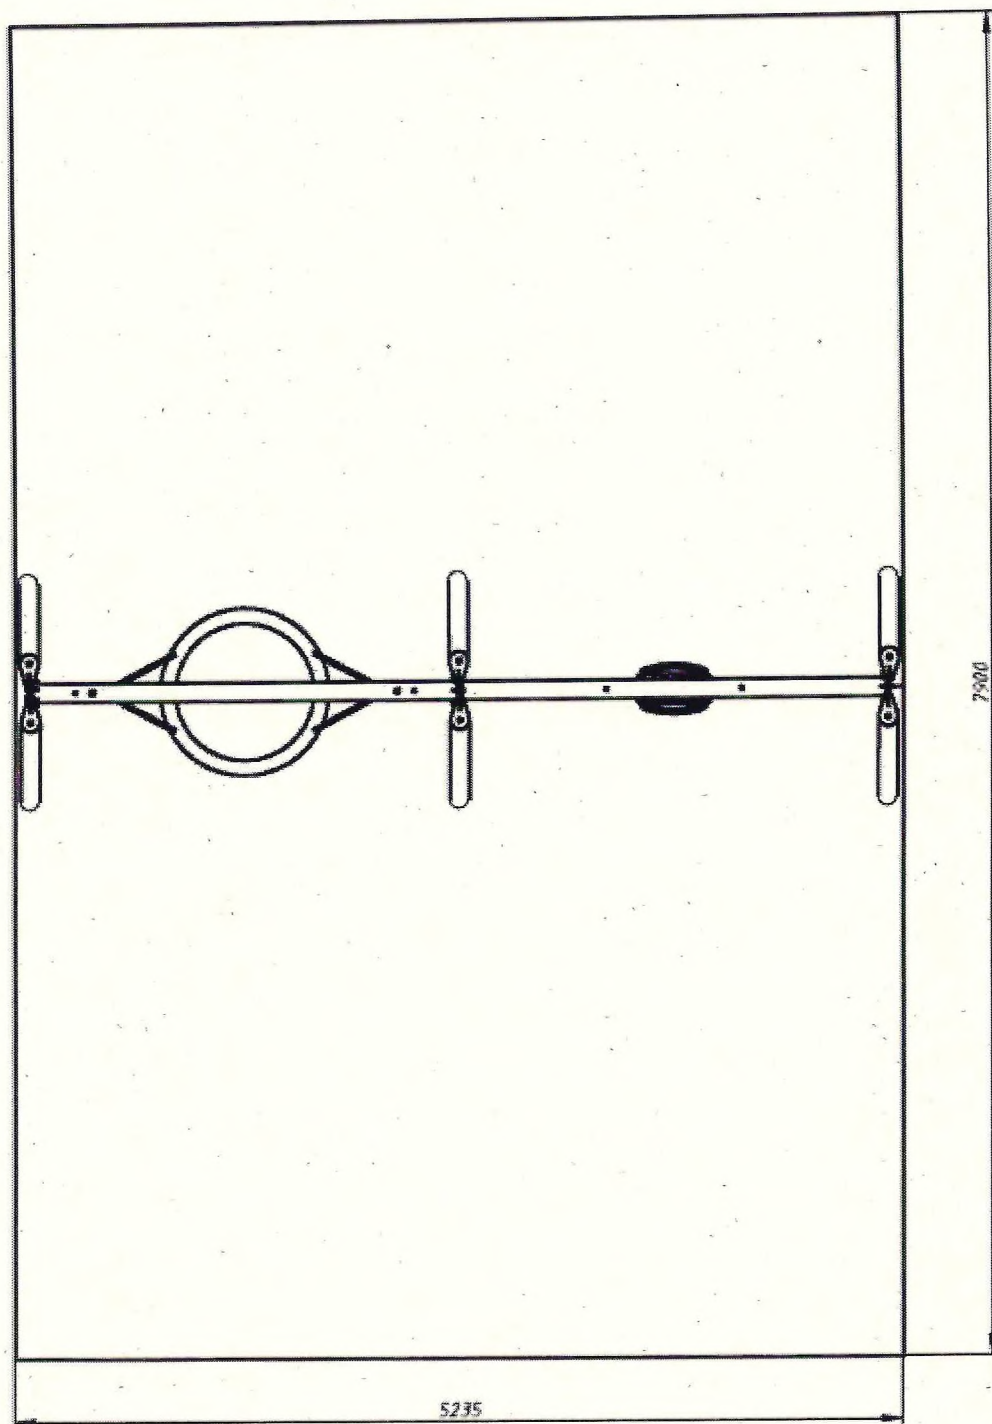
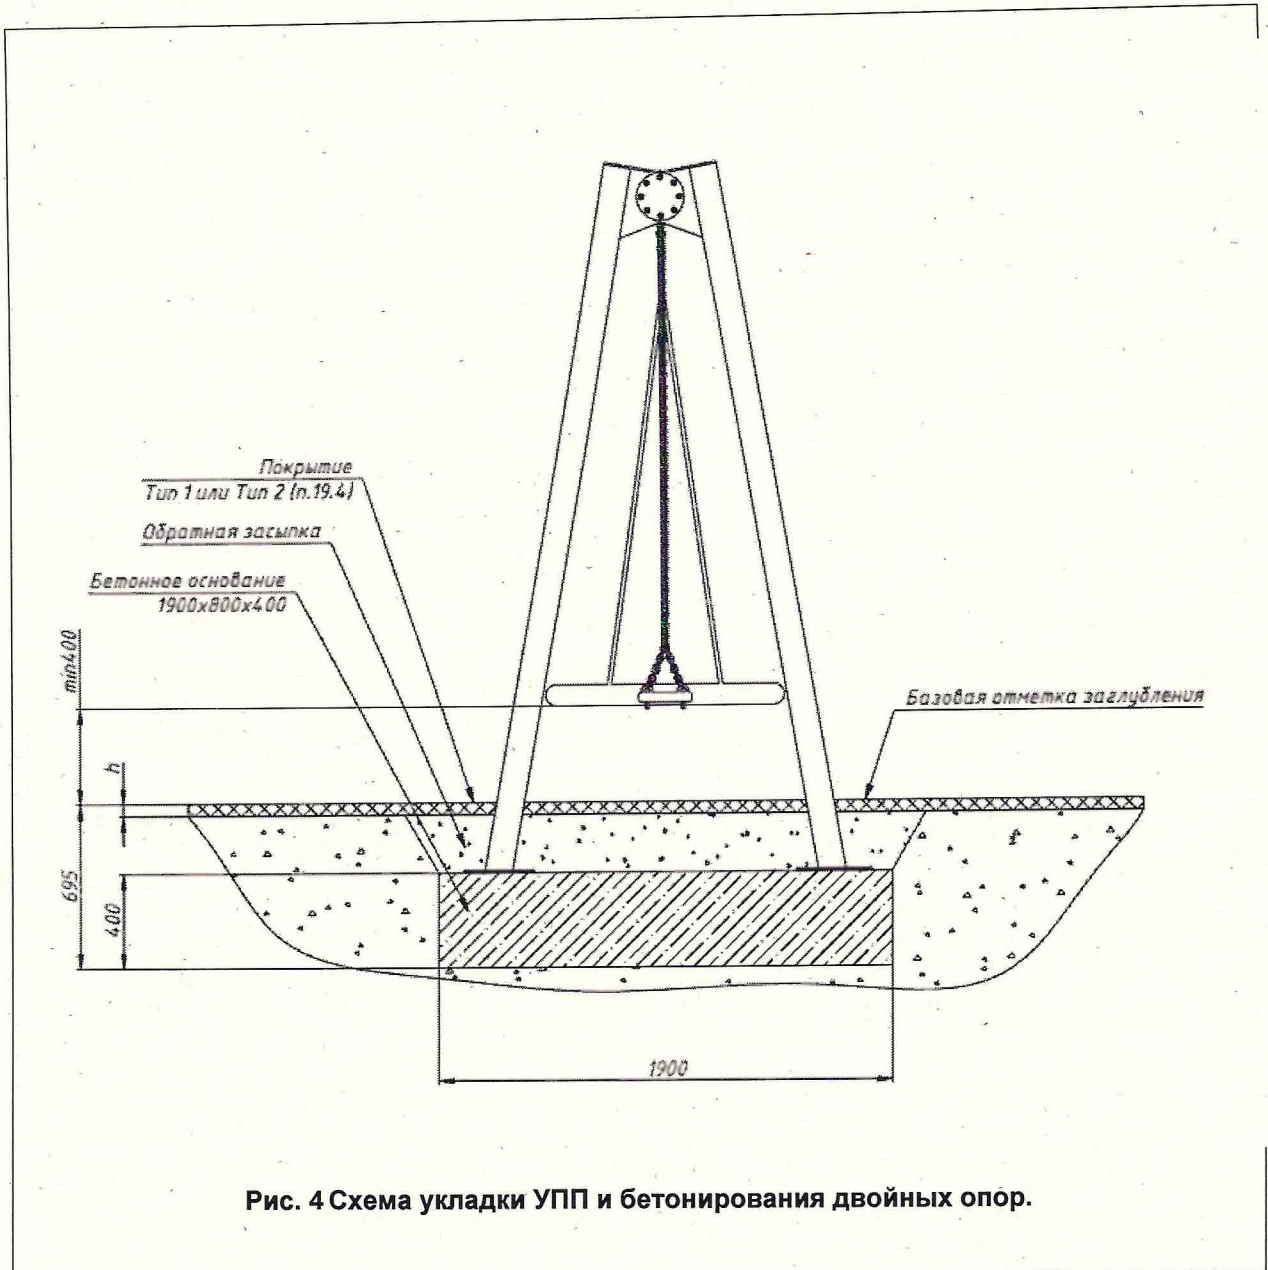

Рис. 3. – Схема зоны приземления.
Рис. 4 Схема укладки УПП и бетонирования двойных опор.
21.2. Схема зоны приземления детской игровой площадки «ИП-068» (Рис. 3).
21.3. Бетонирование и укладка УПП производится согласно (Рис. 4). Толщина и тип УПП определяется согласно п. 20.4
23.2. Снять верхний слой грунта по всей зоне приземления (Рис. 3) на глубину h (Рис.4).